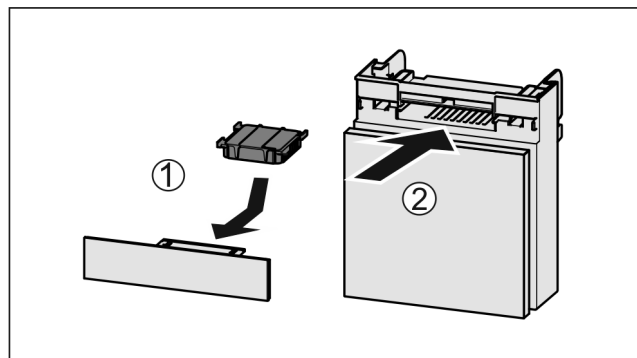

Fig. 141
- Поставете Fig. 141 (1) филтъра с активен въглен, както е показано на фигурата.
- Вкарайте Fig. 141 (2) отделението.